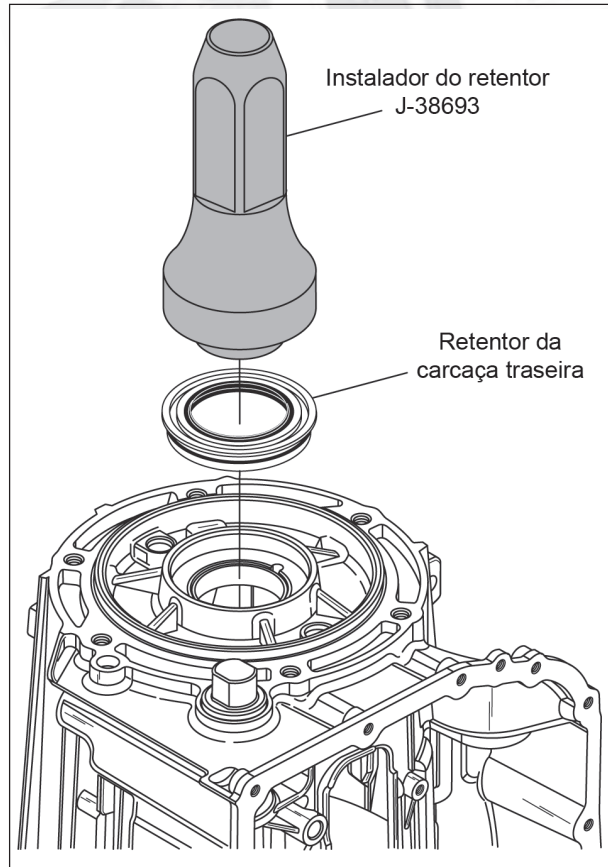

Figura 57
12. Instale um novo retentor da carcaça traseira utilizando a ferramenta adequada, conforme mostra a figura 57.